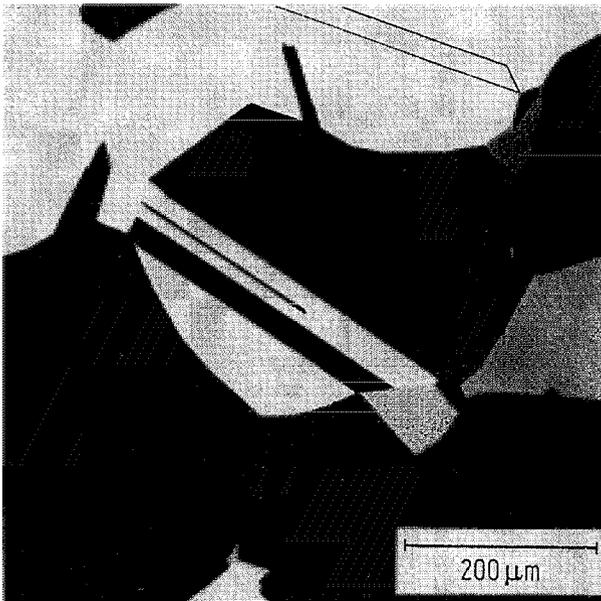

Bild A 3.13
10. Das in Bild F 3.4 gezeigte Gefüge ist ein martensitisches. Wird γ -Fe (Bild A 3.13) ausreichend schnell bis unterhalb der Martensit-Start-Temperatur abgekühlt, so beginnt die martensitische Umwandlung. Es bildet sich die erste Generation von Martensitnadeln, die größten in dem Bild F 3.4. Bei weiterer Abkühlung schreitet die Umwandlung voran und es entstehen weitere Generationen von Nadeln, zu erkennen an ihrer abnehmenden Größe. Das Bild F 3.4 enthält drei Generationen Martensitnadeln.